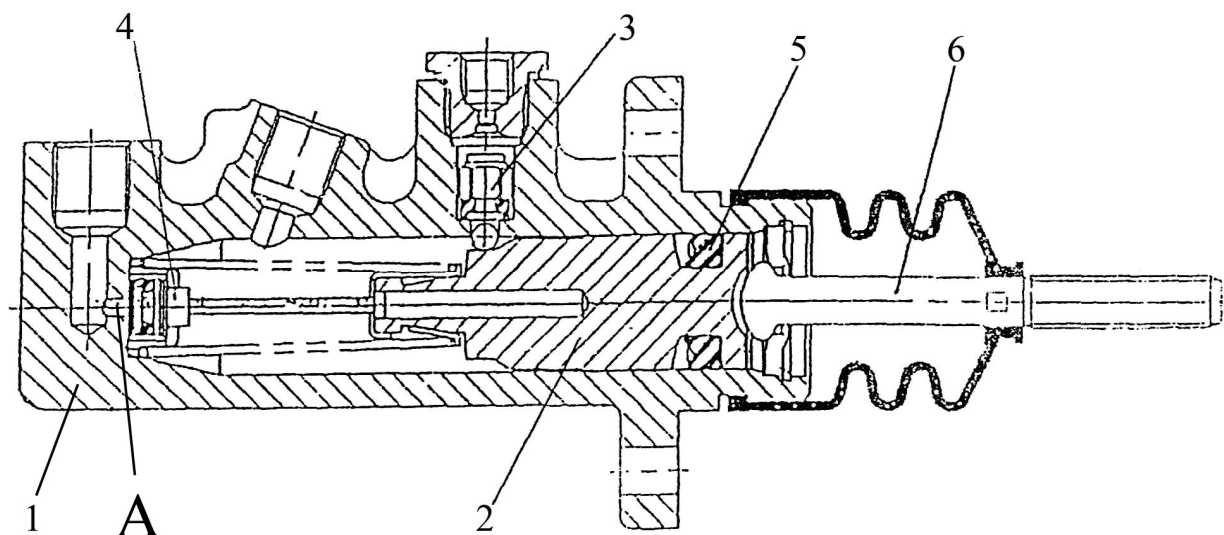

Рис. 5.7-6 Главный тормозной цилиндр:
При воздействии на педаль тормоза толкатель 6 главного тормозного цилиндра (Рис. 5.7-6), связанный с рычагом педали, перемещается вперед. При этом закрывается запорный клапан 4, через который в корпус 1 поступает тормозная жидкость из бачка. Поршень 2 перемещается вперед, толкая уравни- тельный клапан 3. Рабочая жидкость при этом подается под давлением по трубопроводу в рабочий цилиндр тормоза.
- Вращением толкателя установите зазор между ним и плунжером 1...2 мм (рис. 5.7-6);
Заклинивают поршни главных тормозных цилиндров на прямом ходу 2, на реверсе 3 (не возвращается в исходное положение) из-за разбухания манжет и уплотнительных колец, что приводит к перекрытию компенсационных отверстий А (рис. 5.7-6, 5.7-7)	Применение тормозной жидкости несоответствующей марки или наличие в тормозной жидкости минерального масла, бензина, керосина, дизельного топлива. Промыть аккуратно всю систему гидропривода тормозной жидкостью. Заменить поврежденные манжеты и уплотнительные кольца в главных и рабочих тормозных цилиндрах. Заменить тормозную жидкость. Прокачать гидравлическую систему тормозной жидкостью на прямом ходу и на реверсе